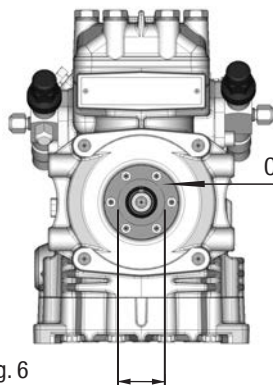

Fig. 6
- Per alloggiare la bobina del giunto elettromagnetico, il coperchio dell'anello scorrevole è dotato di un accoppiamento di precisione $\emptyset 38 \text{ h8}$ (vedi fig. 6).